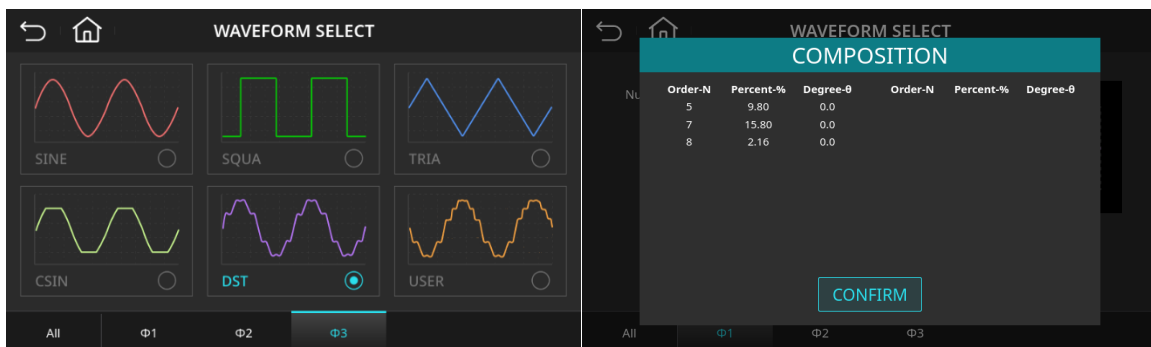

图 4-50 输出波形选择页面 (第三相输出波形($\Phi 3$)为内建谐波(DST1))
6. 回到输出波形选择页面 (WAVEFORM SELECT) 中，如图 4-50 所示，第三相输出波形($\Phi 3$)已变更为内建谐波(DST1)。